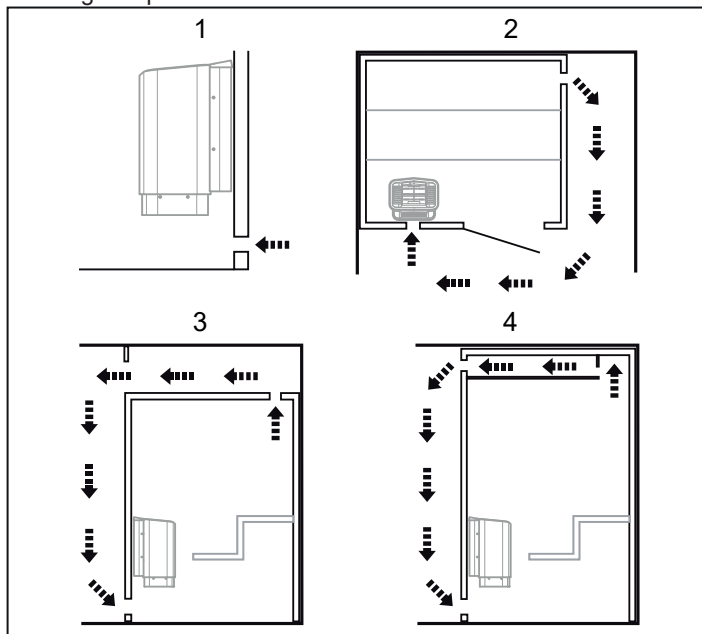

Abbildung 7: Positionierung der Be- und Entlüftungsöffnungen
- im größtmöglichen Abstand zur Belüftungsöffnung, also beispielsweise schräg gegenüber (siehe Abbildung 7).
- hoch oben an der Wand oder in der Decke (siehe Abbildung 7).